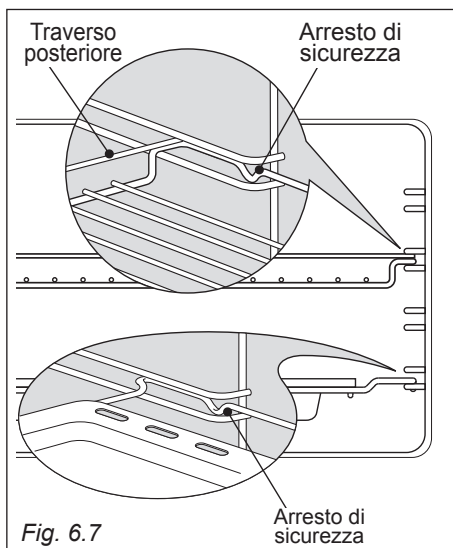
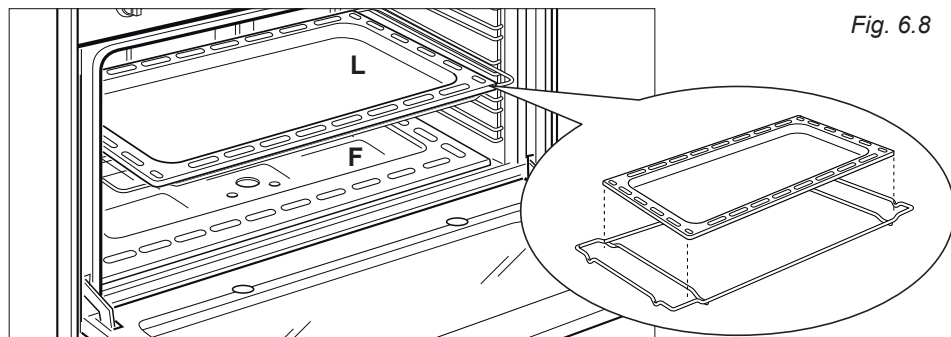

Fig. 6.7
Fig. 6.8
- Infilare in mezzo alle guide dei telai laterali la leccarda e la griglia come in (fig. 6.7).
La leccarda deve essere correttamente posizionata sull'apposito telaio di supporto (fig. 6.8) e poi inserita nelle guide dei telai laterali (fig. 6.7).
Il fondo forno "F" (fig. 6.8) può essere facilmente tolto per facilitare le operazioni di pulizia.